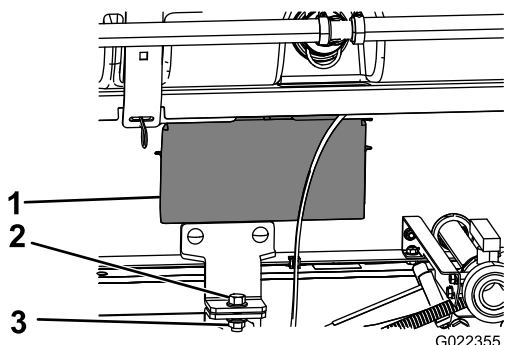

Figura 13
12. Usate gli sportellini di accesso su entrambi i lati del telaio di supporto del serbatoio per controllare flessibili e cablaggio (Figura 13).
15. Fissate il gruppo del telaio di supporto del serbatoio al telaio con un bullone ($\frac{1}{2}$ " x $1\frac{1}{2}$ ") e un dado di bloccaggio ($\frac{1}{2}$ "), come illustrato in Figura 13.